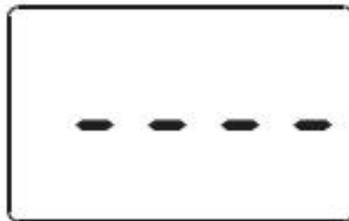

图5
2. 将仪表顶部中央(即NCV传感器所在位置, 参见图1)靠近待测物体. 当仪表探测到交流电压所产生的电场时, 仪表将指示所探测到的电场的强度. 电场的强度由屏幕上水平条格的数量(参见图5)、蜂鸣器鸣叫的速度和报警指示灯闪烁的频率表示. 屏幕上水平条格的数量越多, 蜂鸣器鸣叫的速度越快, 报警指示灯闪烁的频率越高则表示电场越强, 反之则越弱.